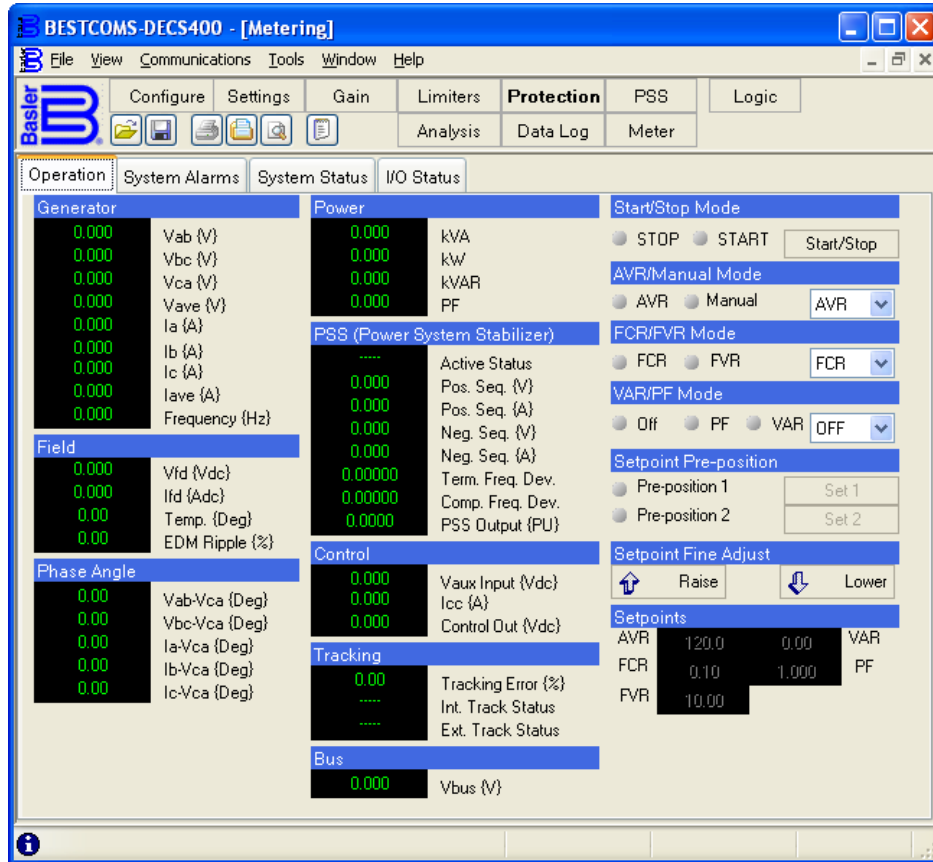

Figura 6-1. Pantalla Metering (Medición) de BESTCOMS, pestaña Operation (Operación)
- Start/Stop (Arranque/Detención) desde la pestaña Operation (Operación) de la pantalla Metering (Medición) de BESTCOMS (consulte la *Figura 6-1* para observar una ilustración de la pestaña Operation [Operación])..... \_\_\_\_\_